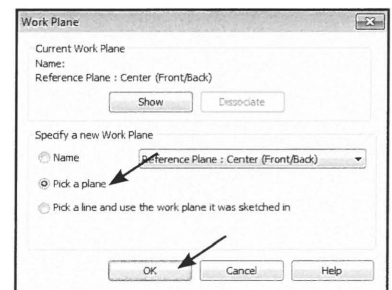

Fig. 05.28. Klik *Pick a Plane* og *OK*.
- Vælg *Pick a Plane* og *OK* (Fig. 05.28).